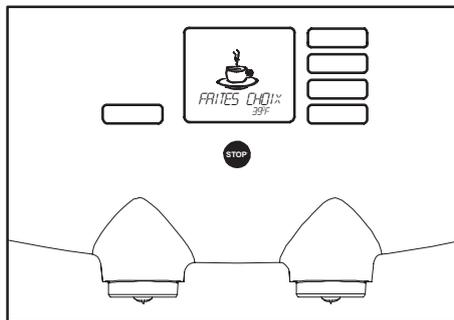

Fig. 5 Distributeur prêt à l'utilisation
- Lorsque l'eau atteint la température définie, une tasse de café s'affiche à l'écran avec le message "FAITES CHOIX" (fig. 5).